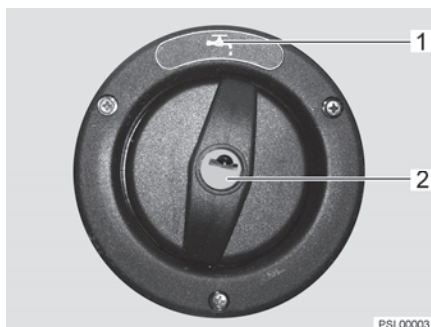

Bild 126 Lock för påfyllningsöppningen för dricksvatten
Påfyllningsöppningen för dricksvatten är märkt med symbolen  (Bild 126,1). Locket låses och låses upp med nyckeln till de utvändiga låsen (utvändiga luckorna).
- Stick in nyckeln i låscylindern (Bild 126,2) och vrid ett kvarts varv moturs.
- Öppna påfyllningsöppningen för dricksvatten (Bild 126).